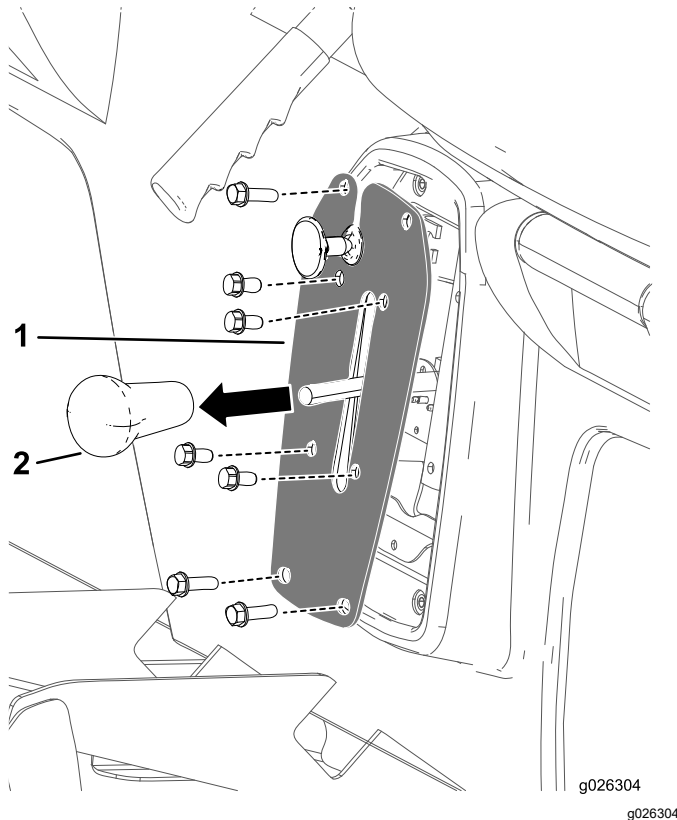

Figure 42
1. Retirez le pommeau du levier sélecteur (Figure 42).
2. Retirez les 4 boulons qui fixent la plaque de sélection à son support (Figure 42).
3. Retirez les 4 boulons qui fixent la plaque de sélection sur la base des sièges et déposez la plaque de sélection (Figure 42).
4. Revissez le pommeau sur le levier sélecteur et serrez-le à la main (Figure 42).